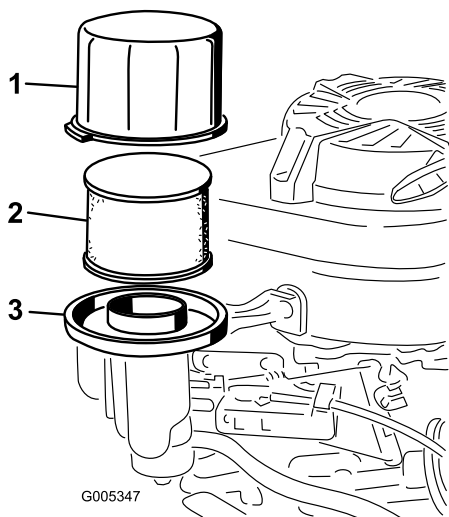

Figura 25
3. Retire la tapa y límpiela a fondo (Figura 25).
4. Retire e inspeccione el filtro de aire de papel (Figura 25), y deséchelo si está excesivamente sucio.
5. Retire el pre-limpiador de gomaespuma y lávelo con un detergente suave y agua, luego séquelo apretando suavemente con un paño (Figura 25).